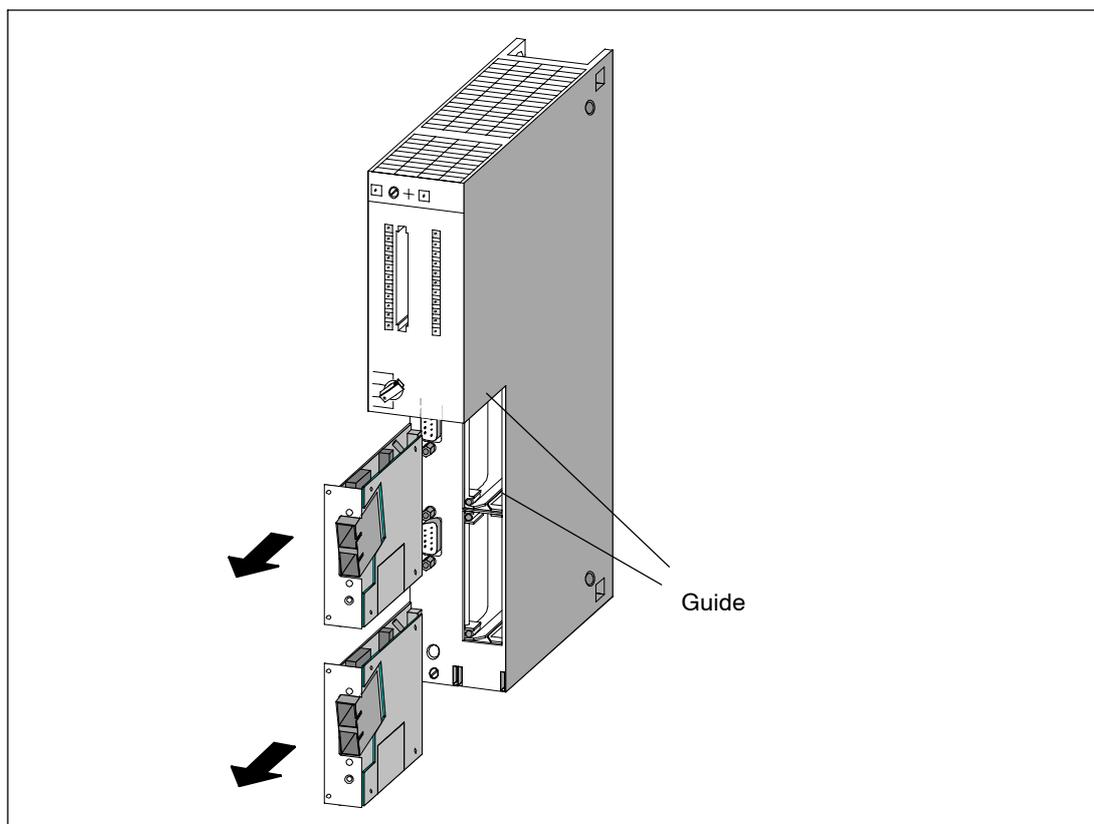

Figura 7-1 Estrazione di moduli di interfaccia dalla CPU
5. Estrarre il modulo d'interfaccia dalla guida di inserimento del vano moduli prestando attenzione (vedere la figura 7-1) e afferrandolo lungo del frontalino.